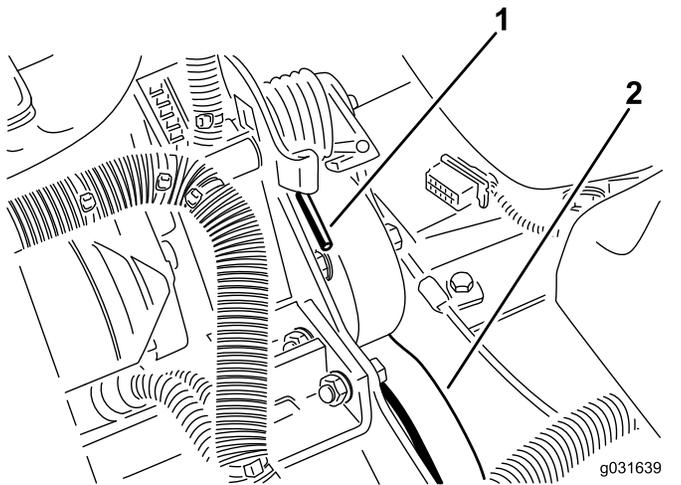

Bild 59
2. Dr cken Sie das Ende der Feder ab- und vorwrts, um die Feder aus dem B gel auszuhaken und die Feder zu entspannen (Bild 59).